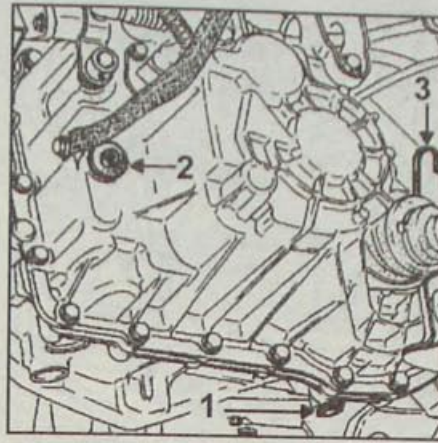

Рис. 6.4. Расположение пробки слива (1), заливки (2) и щупа (3) для измерения уровня трансмиссионного масла в коробке передач РК1
- Уровень трансмиссионного масла измеряется масляным щупом (3, рис. 6.4).
Пробка (2, рис. 6.4) маслоналивного отверстия не предназначена для проверки уровня масла по началу переливания. Угол наклона коробки передач изменяется в зависимости от того, на каком автомобиле она установлена.